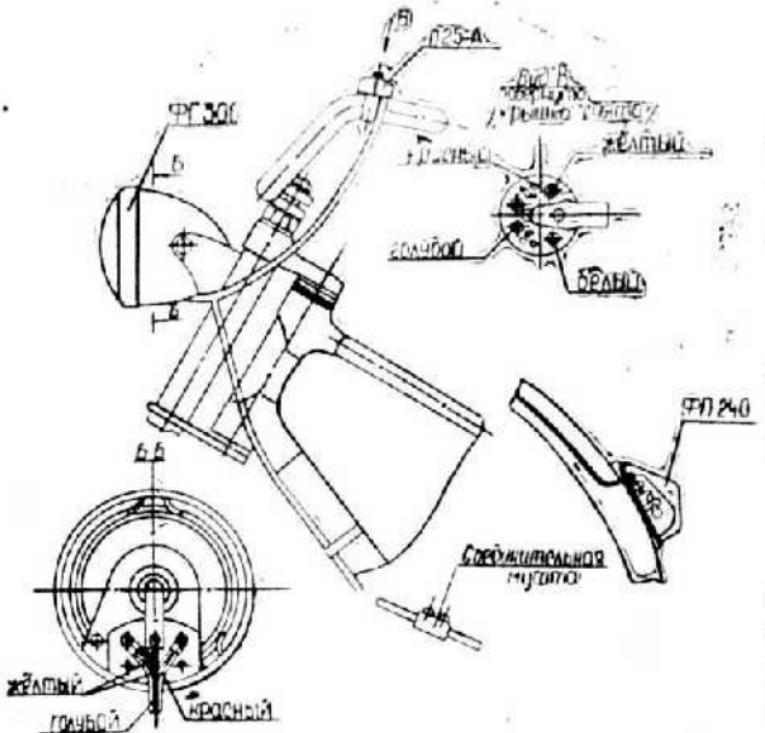

Рис. 7. Установка электрооборудования.
Система электрооборудования состоит из фары ФГ 306 с встроенным дросселем и лампой А-6-3, заднего фонаря с лампой А-12-1,5, переключателя П-25А и пучка проводов (рис. 7).
4. Подсоединить провода к клеммной пластинке оптического элемента в соответствии с вышеуказаний схемой. (См. рис. 7).